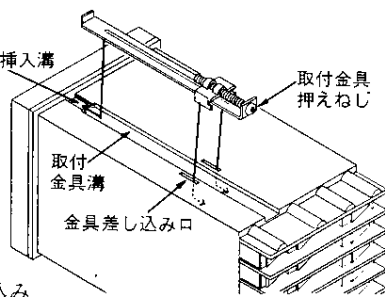
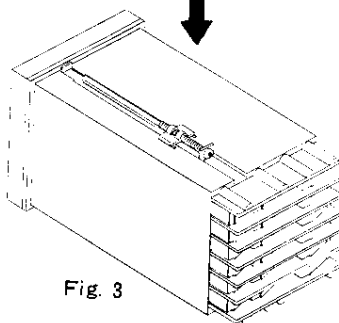

Fig. 2
Fig. 3
- 取付金具溝に沿って後部から取付金具を入れ、溝前方の挿入溝に差し込み、金具差し込み口に金具を入れて下さい(Fig.2, Fig.3)。